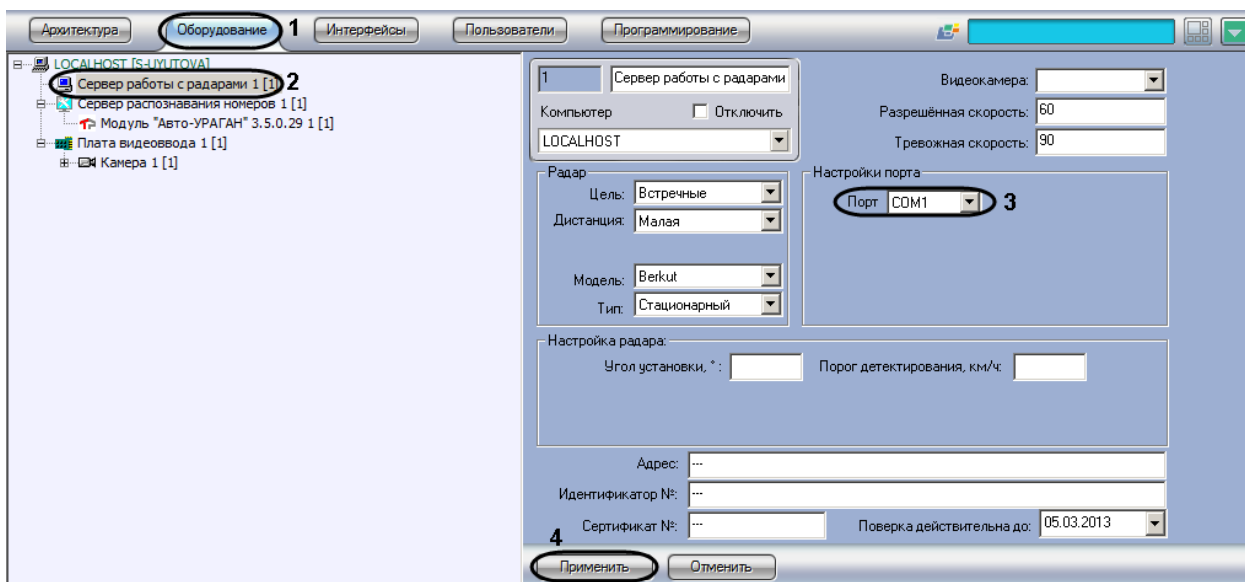

Рис. 7.3—1. Панель настроек объекта «Сервер работы с радарамми»
1. Перейти во вкладку «Оборудование» диалогового окна «Настройки» программы «Авто-Интеллект» (см. Рис. 7.3—1, 1).
2. В дереве объектов на вкладке «Оборудование» выбрать объект «Сервер работы с радаром», соответствующий настраиваемому программному модулю «Радар» (см. Рис. 7.3—1, 2). В правой части вкладки «Оборудование» отобразится панель настройки выбранного объекта.
3. Из списка «Порт» выбрать номер последовательного (COM) порта подключения устройства «Радар» (см. Рис. 7.3—1, 3).
4. Нажать кнопку «Применить» для сохранения всех изменений (см. Рис. 7.3—1, 4).